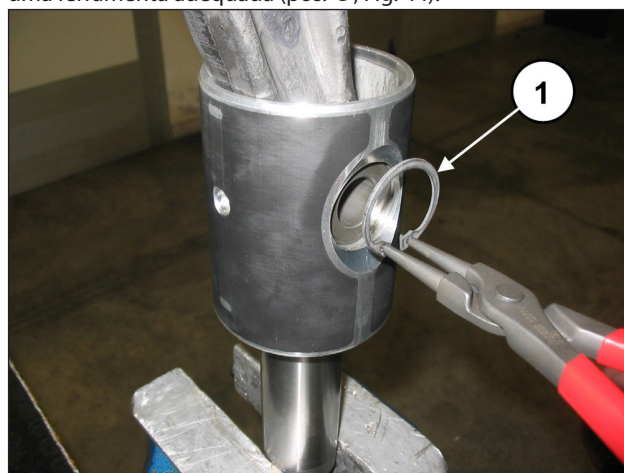

Fig. 44
Remova os dois anéis seeger de bloqueio da cavilha, usando uma ferramenta adequada (pos. ①, Fig. 44).
Insira a biela na guia do pistão (pos. ①, Fig. 46) e em seguida insira o pino (pos. ①, Fig. 45). Aplique os dois anéis seeger elásticos com a ferramenta adequada (pos. ①, Fig. 44).